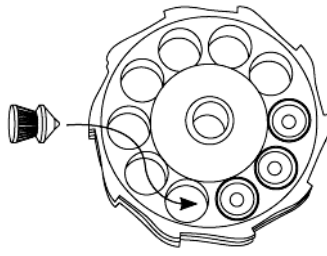

Fig. 9
- Indsæt haglet fra bagsiden af magasinet. (Fig.9). Skub haglet gennem kammeret, forbi O-ringen, indtil spidsen af haglet flugter med forsiden af magasinet.